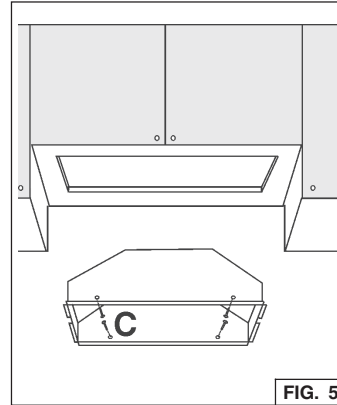
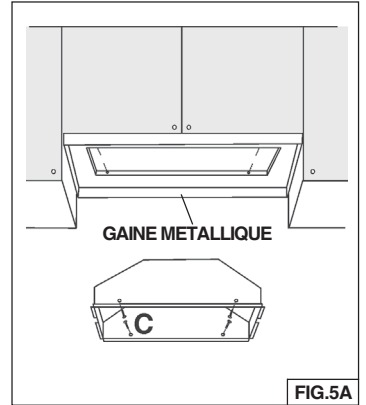

FIG. 5
FIG.5A
4. **NOTE :** Pour les installations où le module se trouve à moins de 30 po au-dessus du plan de cuisson, il est recommandé de le monter dans un revêtement d'armoire en métal ou dans un matériau incombustible. Cette précaution facilitera le nettoyage et protégera l'armoire (Fig. 5A).
6. Placer la hotte dans le meuble (Fig. 5) ou dans la gaine en métal (Fig. 5A) et la fixer à l'aide (4) des vis « C » de montage pour tôle.
(Fig. 5 – installation arrière en bois – épaisseur recommandée 1/2"-3/4").